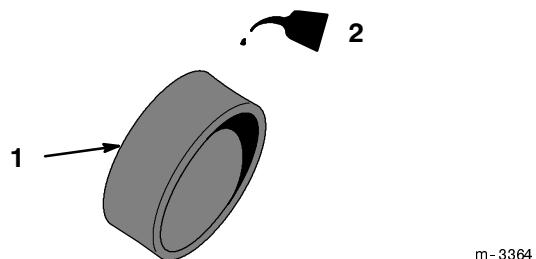

Abbildung 26
- Das Schaumelement mit sauberem Motoröl tränken (Abb. 26), überschüssiges Öl herausdrücken, dann das Element in einen sauberen Lappen wickeln und so trocken wie möglich drücken. Darauf achten, dass das Element dabei nicht eingerissen wird.